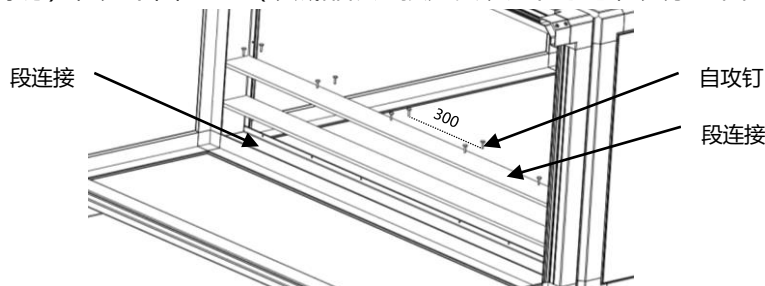

图4.7 底部段连接条安装示意图
- 将段连接条卡入段连接处, 并在用合适的自攻钉将段连接条固定在2个运输段之间 (建议两侧每间隔300mm固定一个螺钉), 见下图4.7: (以底部段连接处安装进行示意, 其余三面的安装方式相同。)